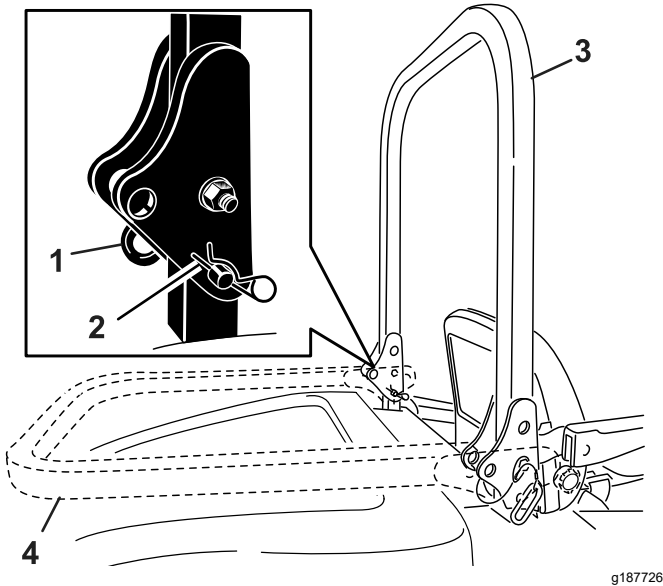

Figura 20
1. Con la barra antivuelco en la posición elevada, retire las chavetas y los 2 pasadores (Figura 20).